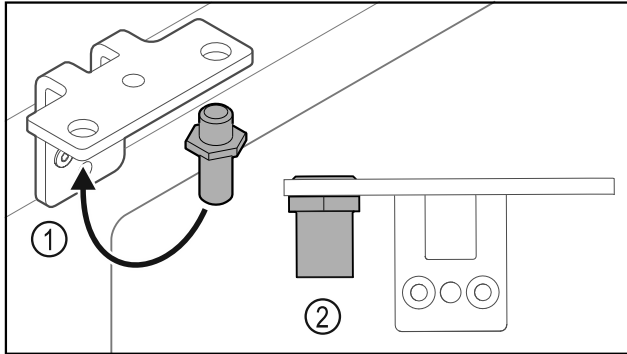

Fig. 24
- Bolzen Fig. 24 (1) im Scharnierwinkel umsetzen.
- Bolzen Fig. 24 (2) mit **Drehmoment von 12 Nm** anziehen.